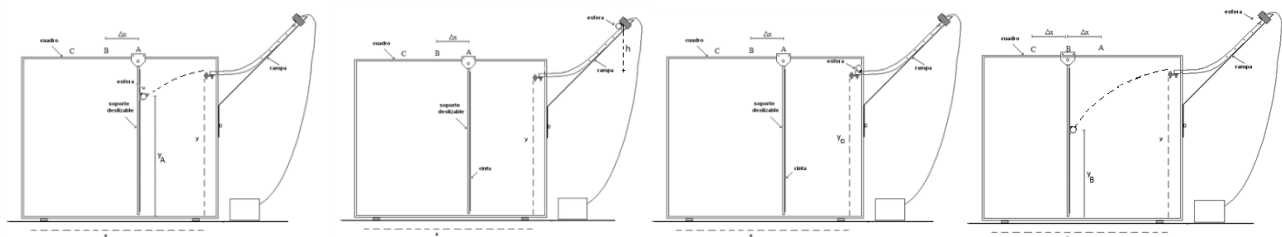

Figura 2. Secuencia ejemplificadora de la experiencia.
Una gráfica debe ser continua (sin cortes) y derivable (suave, sin puntas). Deberá ser trazada por interpolación, y tener presente que los errores de observación pueden ser positivos o negativos con igualdad de probabilidad, esto es equivalente a trazar una curva en forma tal que queden igual número de puntos a uno y otro lado de la misma (ver ejemplos en Figura 2)
5. Deje caer nuevamente la esfera desde la posición h elegida precedentemente. (Ver Figura 2).